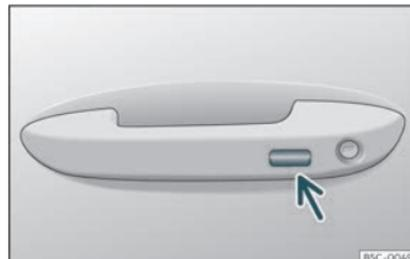

Fig. 88 Poignée de porte : surface sensible.
• **OU** à l'aide du système Keyless Access* (verrouillage uniquement) : Appuyez un doigt pendant quelques secondes sur la surface sensible de verrouillage » » **fig. 88** (flèche) de la poignée de porte jusqu'à ce que les vitres et le toit ouvrant* se ferment. Si vous cessez de toucher la surface sensible, la fonction d'ouverture/fermeture s'interrompt.
• Appuyez un doigt pendant quelques secondes sur la surface sensible de verrouillage >>> **fig. 88** (flèche) de la poignée de porte jusqu'à ce que le toit ouvrant se ferme. Si vous cessez de toucher la surface sensible, la fonction d'ouverture/fermeture s'interrompt.